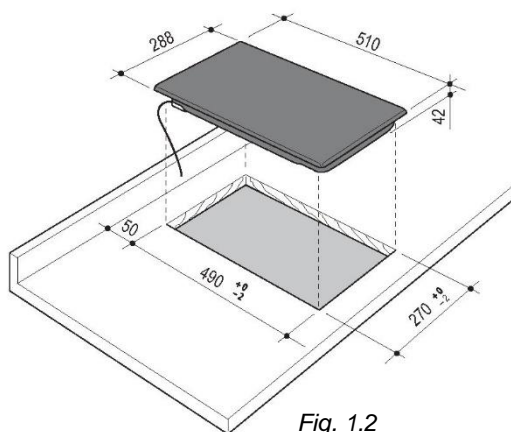

Fig. 1.2
- Il piano di cottura deve essere installato ad almeno 50 mm dalla parete (dal bordo posteriore del foro - fig. 1.2).